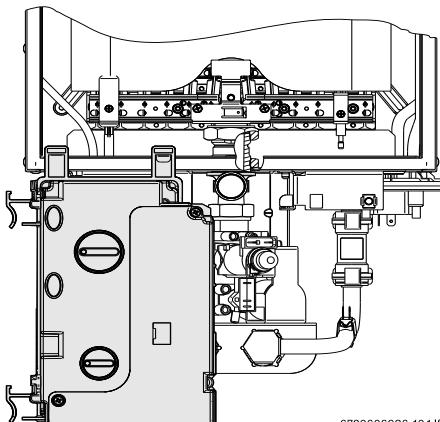

Fig. 2 Tableau électrique - position de réglage de gaz
- Une fois le tableau électrique retiré, positionnez-le conformément à la Fig. 2